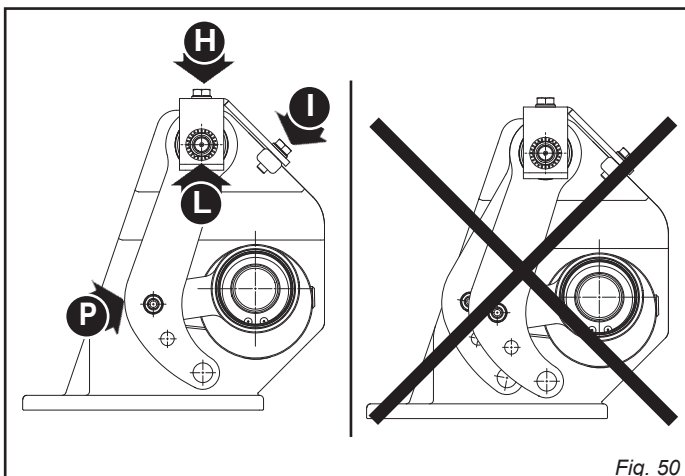

Fig. 50
- ATTENZIONE: non serrare le viti senza aver allineato correttamente le forcelle (P, Fig. 50).